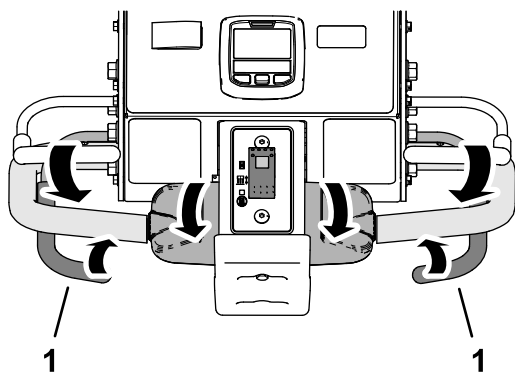

Figure 90
3. Lorsque les roues avant passent le périmètre de la zone d'aération, serrez la barre de commande d'aération gauche ou droite (Figure 90).